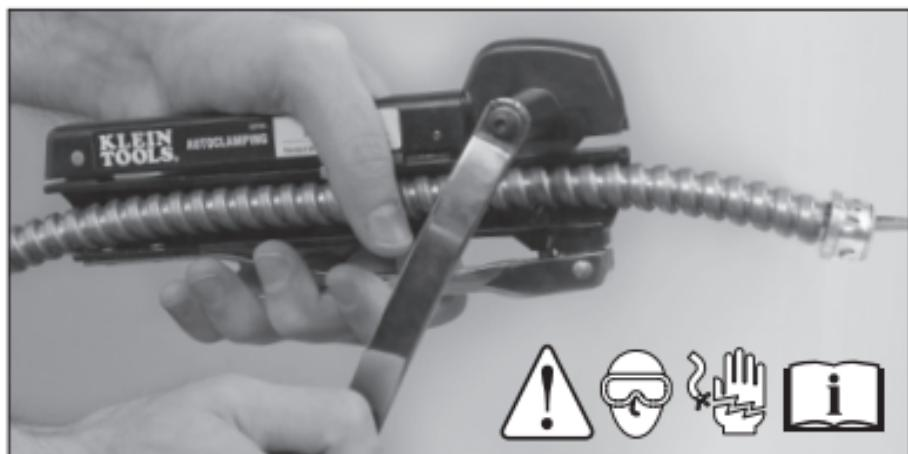

FIG. 1
STEP 1 – ASSEMBLY (SEE FIG.1 ON BACK PAGE)
1. Using a small screwdriver, remove storage cartridge (A) from drive knob (B).
2. Remove cutter blade (C) from the storage cartridge. Replace cartridge after blade is removed.
3. Remove small thumbscrew (D) on cutter body to fully open two cutter body halves.
4. Remove nut (E) from end of drive axle (F) opposite the handle.
5. Insert drive axle and handle assembly into cutter body (G).
6. Place blade onto drive axle with Klein Tools logo facing outwards (H), ensuring blade is fully seated on hex portion of axle.
PASO 1 - ENSAMBLE (CONSULTE LA FIG.1 AL DORSO)
1. Con un desarmador pequeño, quite el cartucho de almacenamiento (A) de la perilla de mando (B).
2. Retire la cuchilla (C) del cartucho de almacenamiento. Reponga el cartucho después retirar la cuchilla.
3. Extraiga el tornillo de mariposa pequeño (D) del cuerpo del cortador para abrir ambas mitades del cortador por completo.
4. Quite la tuerca (E) del extremo del eje de mando (F) opuesto al mango.
5. Introduzca el conjunto de eje de mando y mango en el cuerpo del cortador (G).
6. Coloque la cuchilla en el eje de mando de modo que el logotipo de Klein Tools quede hacia afuera (H). De esta forma se garantiza que la cuchilla quede completamente asentada en la parte hexagonal del eje.
ETAPA 1 – MONTAGEM (CONSULTE A FIG.1 NO VERSO DA PÁGINA)
ÉTAPE 1 – ASSEMBLAGE (VOIR FIG. 1 À LA PAGE ARRIÈRE)
1. À l'aide d'un petit tournevis, retirez la cartouche de rangement (A) du bouton du mécanisme (B).
2. Retirez la lame de coupe (C) de la cartouche de rangement. Replacez la cartouche après avoir retiré la lame.
3. Retirez la petite vis de serrage (D) du corps du coupe-câble pour ouvrir complètement les deux moitiés du corps de l'outil.
4. Retirez l'écrou (E) de l'extrémité de la tige d'entraînement (F) à l'opposé de la poignée.
5. Insérez l'extrémité de l'assemblage de la tige d'entraînement et de la poignée dans le corps de l'outil (G).
6. Placez la lame sur la tige d'entraînement, le logo Klein Tools orienté vers l'extérieur (H), en vous assurant d'insérer solidement la lame dans la portion hexagonale de la tige.